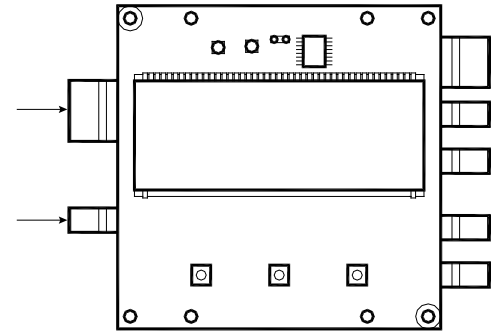

Abbildung 30: Kabel zu Steckern
4. Die Kabel mit den entsprechenden Steckern auf der linken Seite der Platine wie in *Abbildung 30 30* gezeigt verbinden.